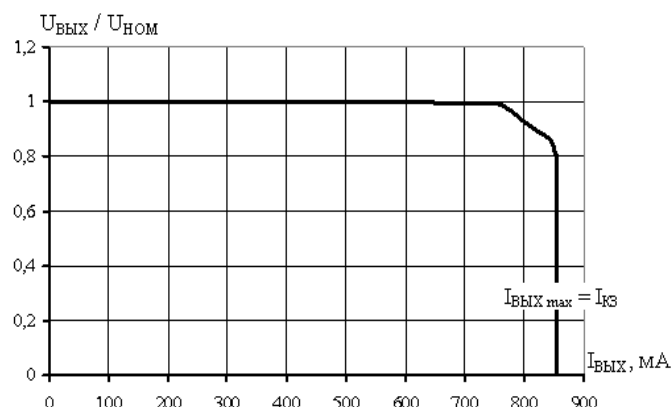
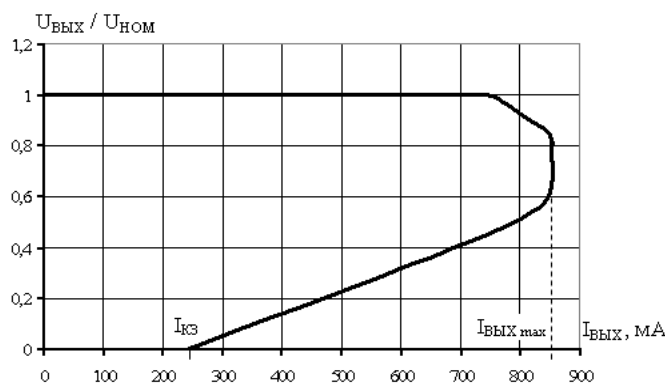

Рисунок 2 – Типовая зависимость отношения выходного напряжения $U_{ВЫХ}$ к номинальному значению $U_{НОМ}$ от выходного тока $I_{ВЫХ}$ для K1158EHxxЖх
Рисунок 3 – Типовая зависимость отношения выходного напряжения $U_{ВЫХ}$ к номинальному значению $U_{НОМ}$ от выходного тока $I_{ВЫХ}$ для K1158EHxxИх
5. При превышении предельно допустимого режима по выходному току происходит срабатывание схемы внутренней защиты микросхемы и ограничение выходного тока. Микросхемы K1158ENxxЖх имеют выходную нагрузочную характеристику, которая определяется параметром $I_{\text{ВЫХ max}}$ – порогом срабатывания защиты по току (рисунок 2). Микросхемы K1158ENxxИх имеют выходную характеристику, которая определяется параметрами $I_{\text{ВЫХ max}}$ – порогом срабатывания защиты по току и $I_{\text{кз}}$ – током короткого замыкания (рисунок 3).